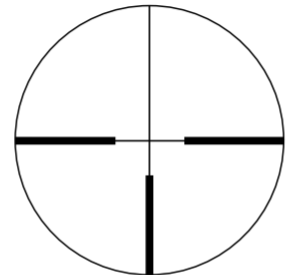
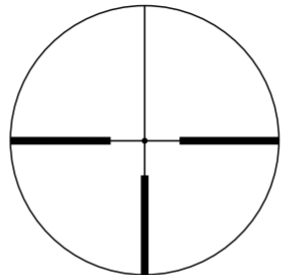

Bild 3-1
Bild 3-2
(1) Fokusering
- ① Titta genom okularet med ögat ca 10 cm (4 tum) från okularlinsen så ser du hårkors #4 (Tysk 4) (Bild 3-1) eller belyst hårkors #4 (Tysk 4) med Dot (Bild 3-2). Se till att ditt öga befinner sig i rätt läge och på rätt pupillavstånd, i annat fall kan det bli "svart".
- ② Rikta objektivet mot himlen (EJ mot solen) eller mot en slät, omönstrad vägg.
- ③ Vrid okularjusteringen moturs och sedan medurs och justera så att hårkorset framträder skarpt.